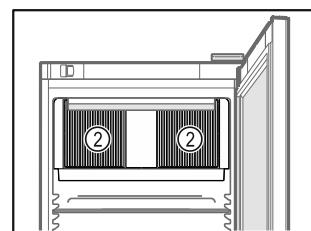

Fig. 62
- Oslobodite ventilacijske prorezove Fig. 62 (2) za ventilator optočnog zraka u unutrašnjosti.